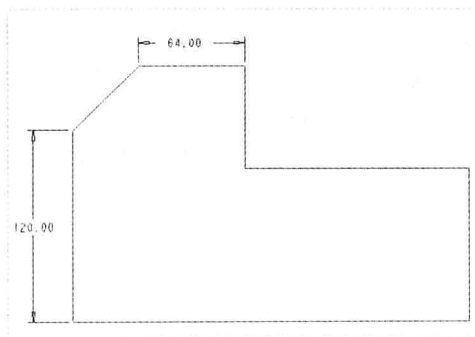

图 3-39 创建直线尺寸标注
Step 04 执行操作后,单击鼠标中键,即可创建直线尺寸标注,如图 3-39 所示。